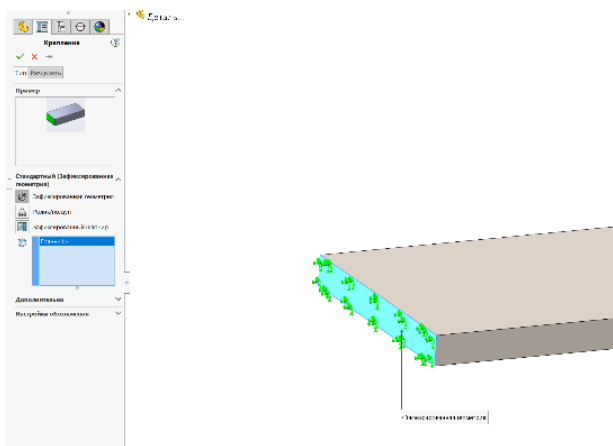

Рис. 3.4. Выбор крепления
4. Назначить тип крепления, показанный на рис. 3.4.